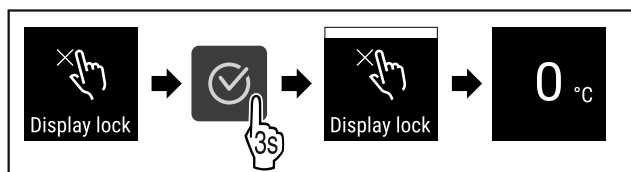

Fig. 76
- ▶ Wykonać czynności (patrz Fig. 76).